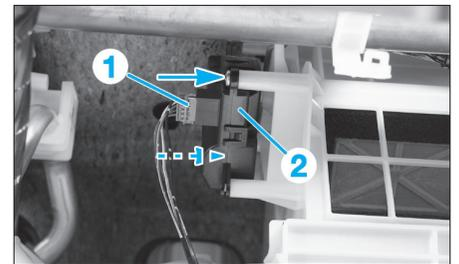

FIG. 14
- Débrancher le connecteur (1) du moteur de volet (**Fig.14**).
- Déposer les vis (flèche), puis déposer le moteur de volet (2).